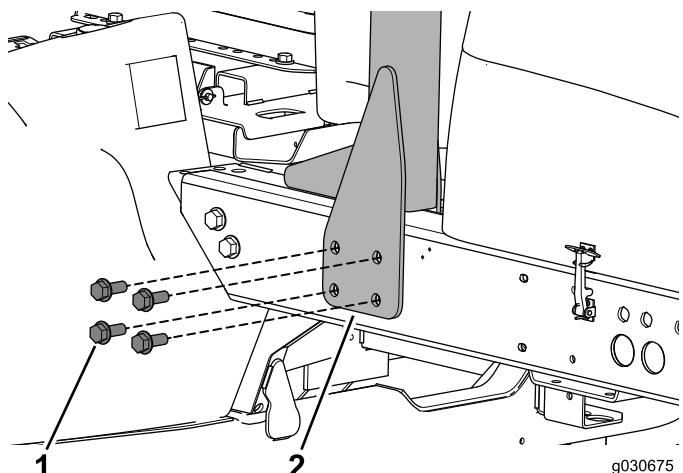

図 6
1. ROPSを機体左側に固定しているボルトを取り外して保管する図6。